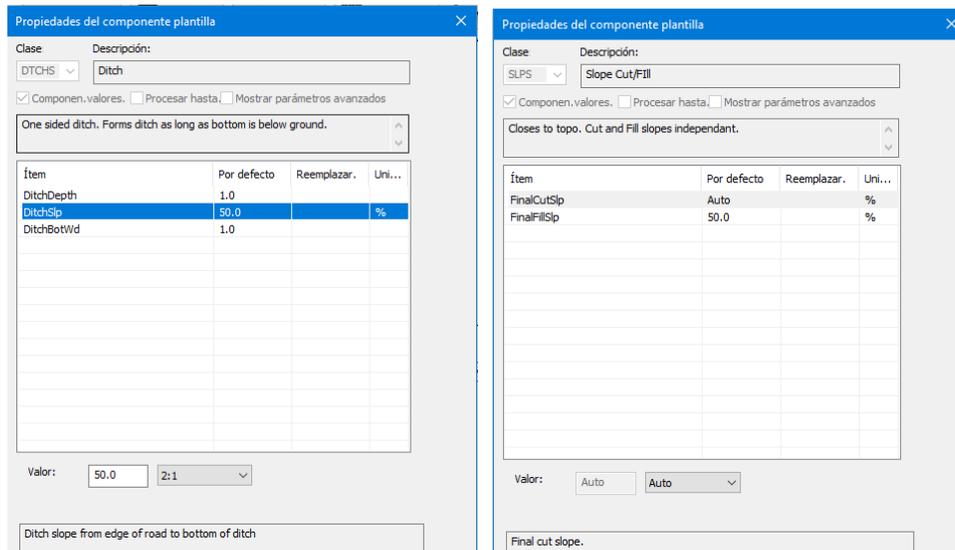

Figura 12-5: Propiedades de los Componentes Cunetas y Pendientes
15. Similarmente, abra el cuadro de propiedades *Ditch-left* (Figura 12-5).